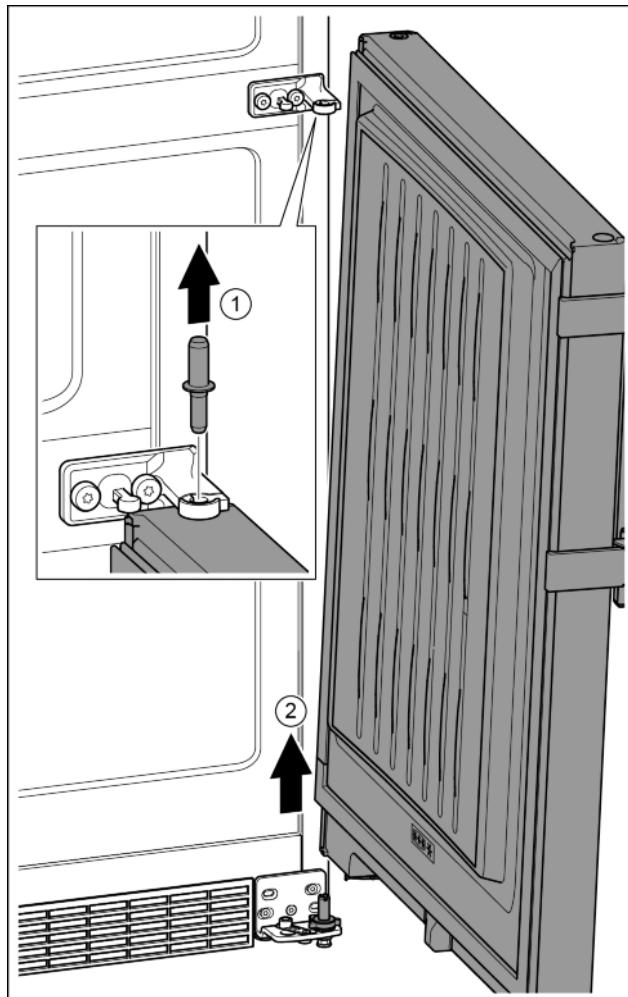

Fig. 11
- Вынуть пальцы вверх. Fig. 11 (1)
- Отклонить дверь, приподнять вверх и отставить в сторону. Fig. 11 (2)